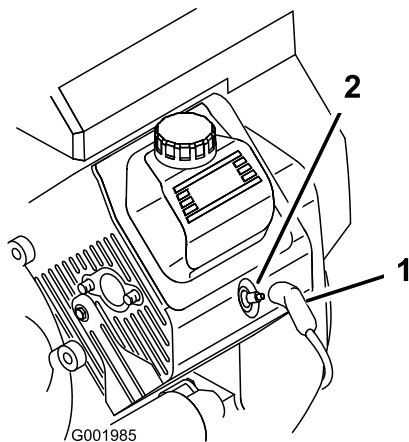

図 51
- 点火プラグのコードが抜けているのを確認する (図 51)。
- 点火コードを取り付ける (図 51)。